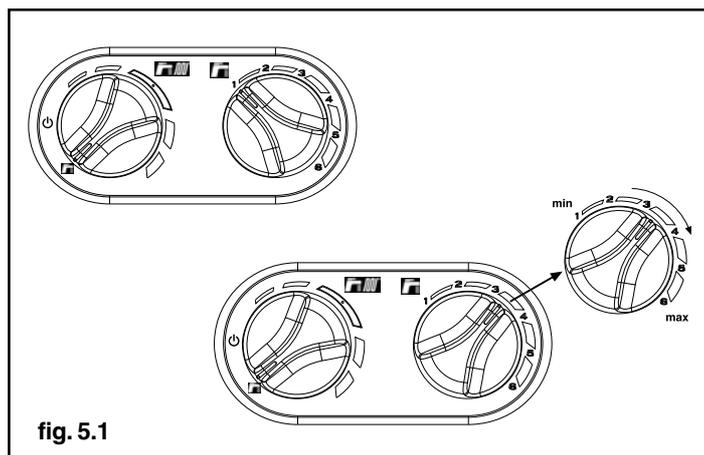

fig. 5.1
- portare il selettore di funzione su estate "E" (fig. 5.1) e il selettore temperatura acqua sanitario al valore massimo (fig. 5.1).